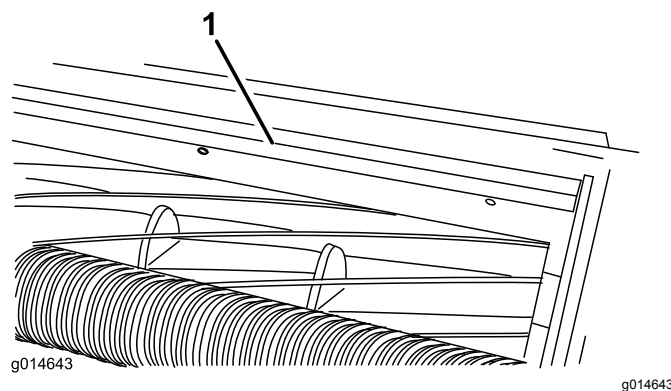

Figure 23
1. Desserrez les vis qui fixent la barre supérieure (Figure 23) à l'unité de coupe.